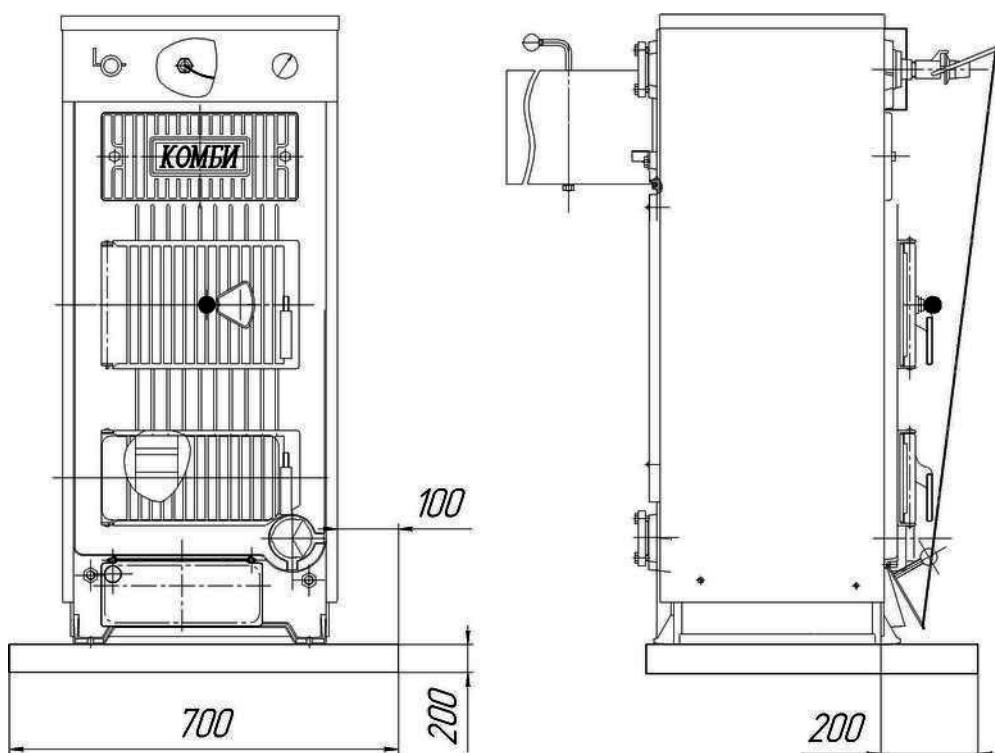

Рис. 5.1 Размеры цоколя
5.2 Установка котла должна быть произведена на полу из негорючего материала , см. рис. 5.1, при этом - на негорючую подставку, которая должна быть шире по периметру на 100 мм, чем основание котла. Если котел расположен в подвале, рекомендуется его устанавливать на цоколь высотой не менее 50 мм.